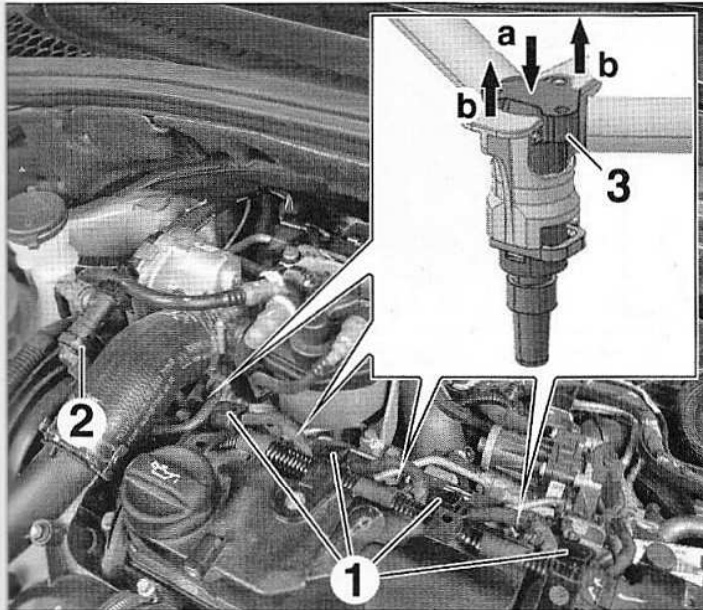

FIG.45
- Débrancher (Fig.45) :
- les connecteurs (1),
- le raccord (2),
- les raccords (3) en appuyant en (a) tout en tirant en (b).